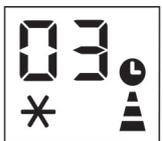

Abb. 6
- Mehrmals drücken, bis die entsprechende Zeit angezeigt wird. Warten Sie ca. 5 Sekunden, der Timer ist aktiv. Dann wird nur noch das Symbol  auf dem Bildschirm angezeigt. (Abb. 6)